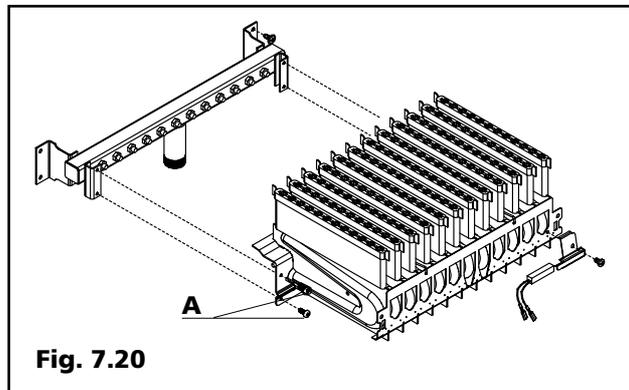

Fig. 7.20
- rimuovere il gruppo bruciatore allentando le viti (A) che lo fissano al collettore gas (fig. 7.20) dopo aver scollegato il termostato bruciatore.